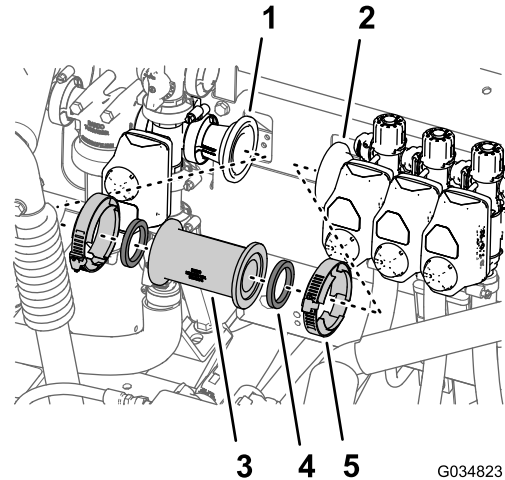

Figure 34
- A. Retirez les 2 colliers à bride qui fixent le tube de raccordement aux adaptateurs réducteurs sur la vanne de commande générale et la vanne de section de rampe gauche (Figure 34).
- B. Déposez le raccord droit et les 2 joints de la machine (Figure 34).